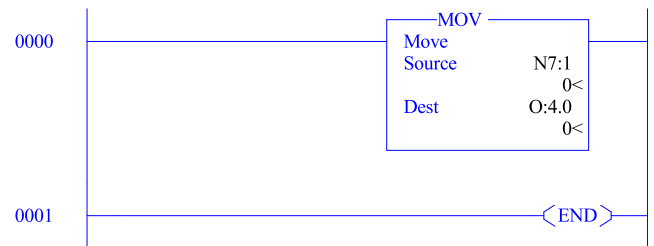

Figura 7. Conversión D/A con el bloque MOV
1. Ingrese el siguiente programa como se observa en la Figura 7.